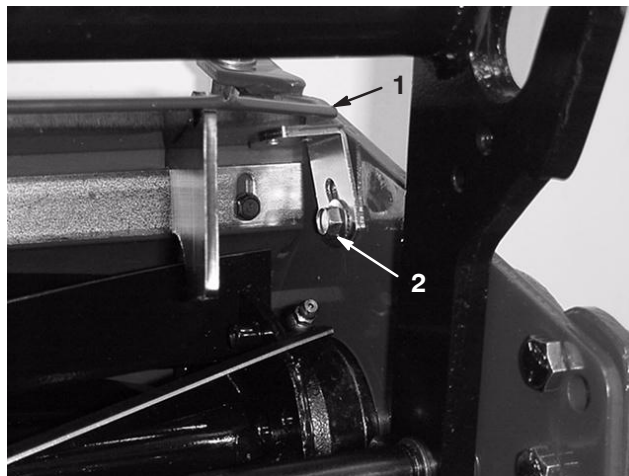

fig. 2
2. Lossa skruvarna och muttrarna som håller fast skyddet på varje sidoplåt. Flytta skyddet till önskad vinkel och dra åt fästelementen (fig. 2).